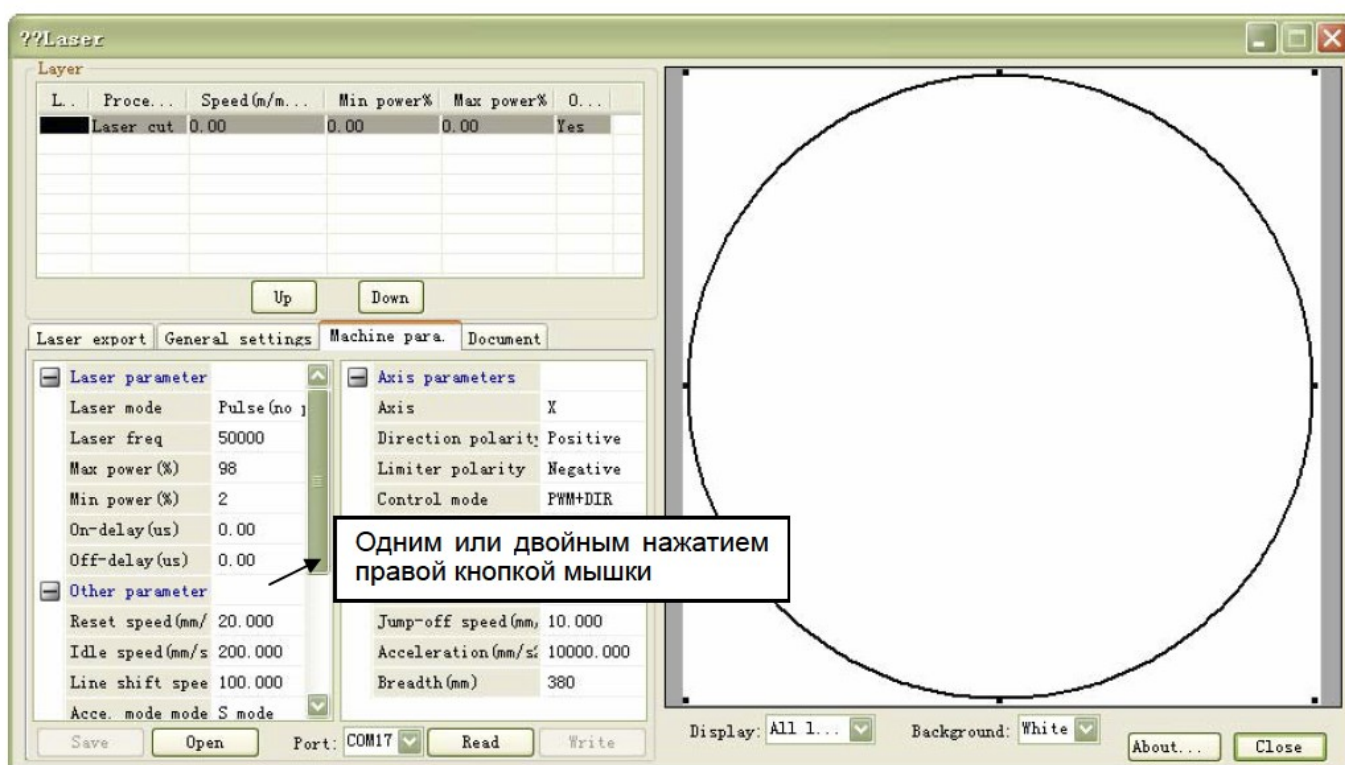
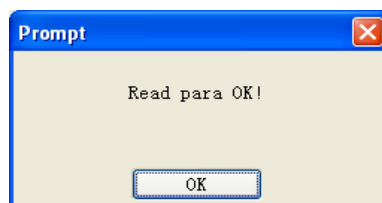
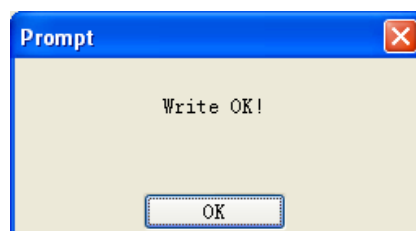
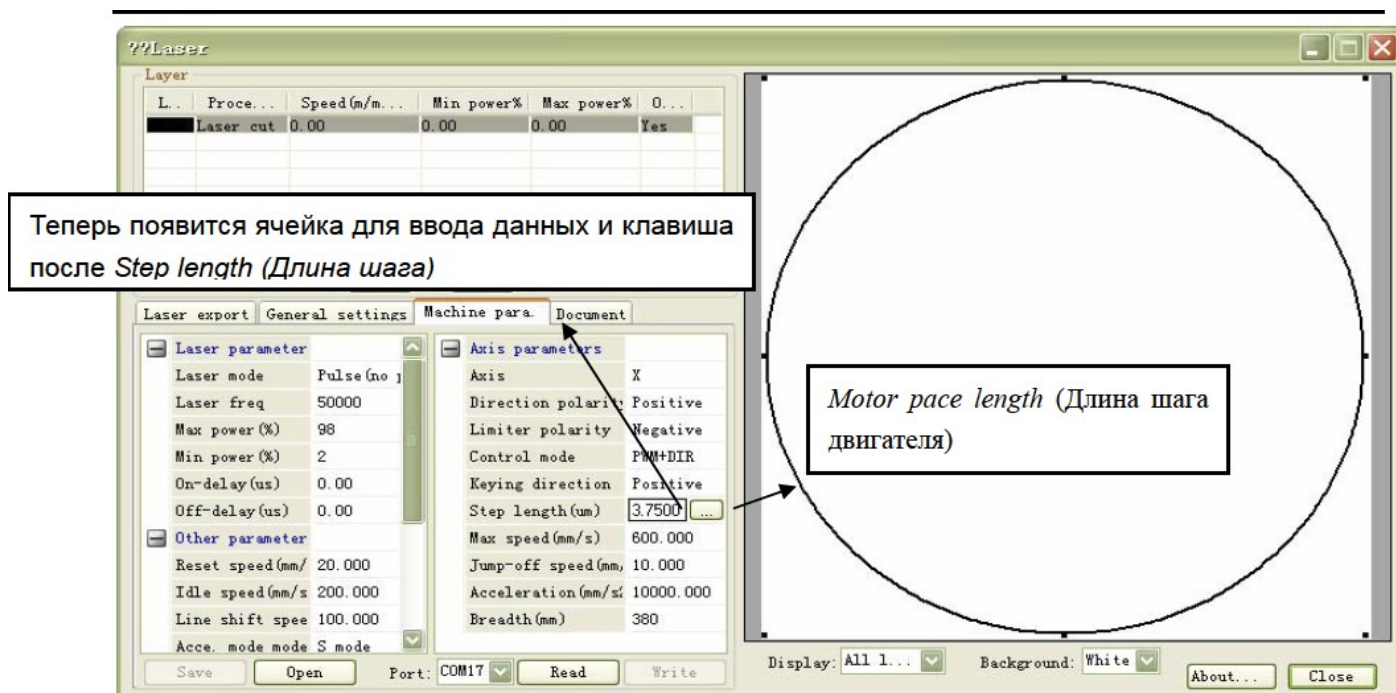

Рис.1-49
Рис.1-50
Рис.1-51
Figure 1-52
Например, поменяем параметр *reset speed (скорость восстановления)*, см.рис.1-49:
Как показано на рис.1-49, одним или двойным нажатием на клавишу *reset speed (скорость восстановления)*, вы увидите ячейку для ввода данных, введите необходимое значение скорости.
Как показано на рис.1-49, нажмите на клавишу *Open*(Открыть), выберите файл с параметрами для его открытия в возникшем диалоговом окне, затем нажмите на *Open*(Открыть), теперь значения параметров в файле можно будет увидеть в меню.
Как показано на рис.1-49, нажмите на клавишу *Save* (Сохранить), введите имя файла в диалоговом окне, нажмите *Save* (Сохранить). Теперь параметры оборудования в меню сохранены в файле.
Как показано на рис.1-49, выберите вначале необходимый USB порт, затем нажмите клавишу *Read* (Чтение), через некоторое время, если параметры были успешно прочитаны, появится следующее информационное окно (рис.1-50):
Как на рис.1-49, выберите вначале необходимый USB порт, нажмите на клавишу *Write* (Записать), через некоторое время, если параметр успешно записан, появится следующее информационное окно (рис.1-51)
В меню на рис. 1-49 нажмите один или два раза на *Step length* (Длина шага), появится окно как на рис.1-52:
3. Войдите в меню, показанное на рис.1-49, нажмите на *Read parameter* (Чтение параметра) для правильного прочтения параметров текущего оборудования.
4. В меню, показанном на рис.1-52, нажмите на клавишу *Step length* (Длина шага), появится следующее меню (рис.1-55):